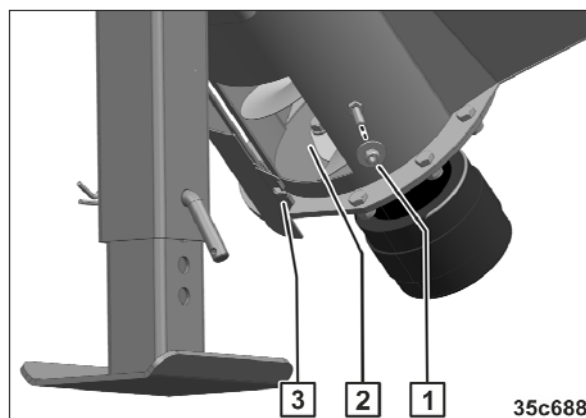

Fig. 281
2. Mutter und Scheibe (Fig. 281/1) demontieren.
3. Klappe öffnen (Fig. 281/3).